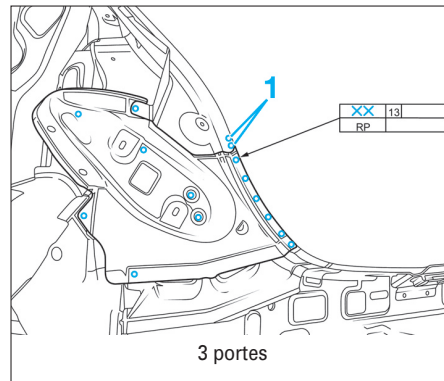
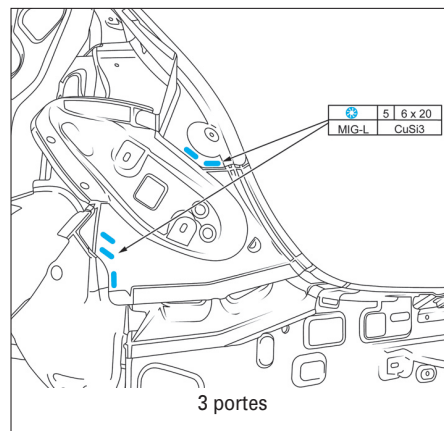
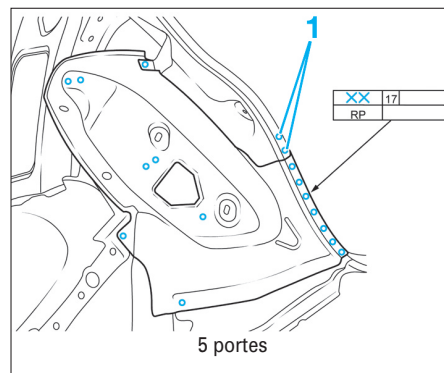
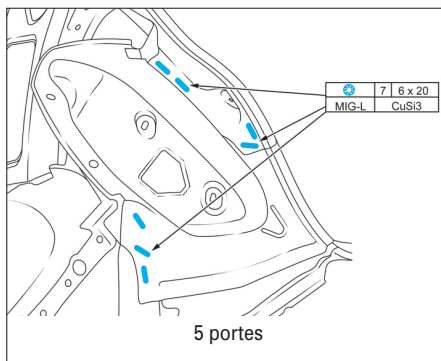

FIG. 67
FIG. 68
FIG. 69
FIG. 70
- Souder la tôle de feu arrière (Fig.67) et (Fig.68) ou (Fig.69) et (Fig.70).